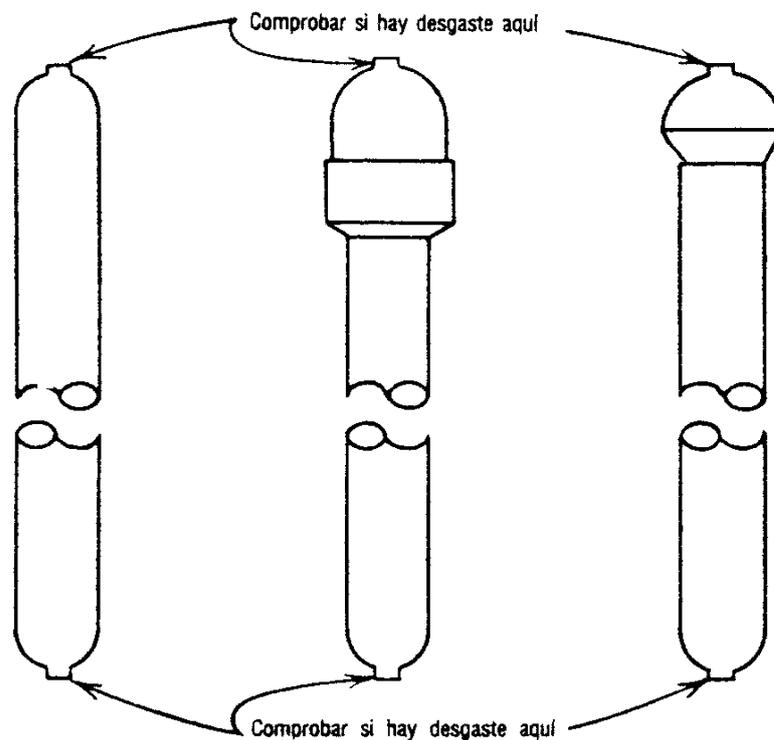

FIGURA 3.9 ARTICULACIÓN DE EMBOLO DESGASTADA
1. Comprobar si la articulación de émbolo tiene desgaste (figura 3.9).